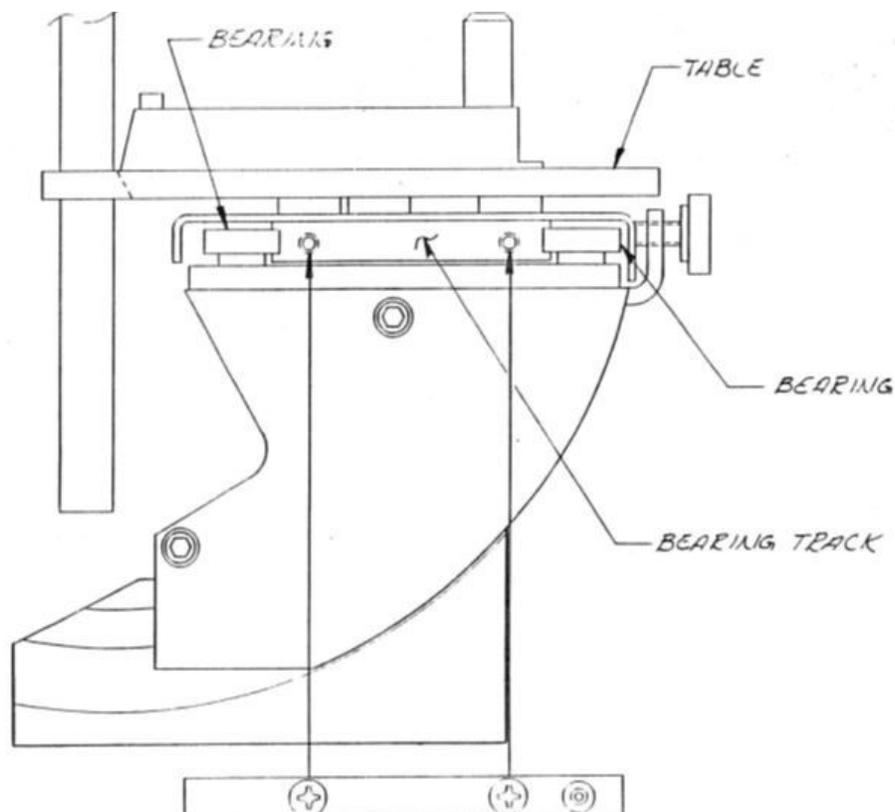

Figura 4: Partes del afilador.
4. Empezar el ensamblado entre la mesa y la máquina y asegurarse de que estén localizados correctamente tal como se muestra en la figura 4.